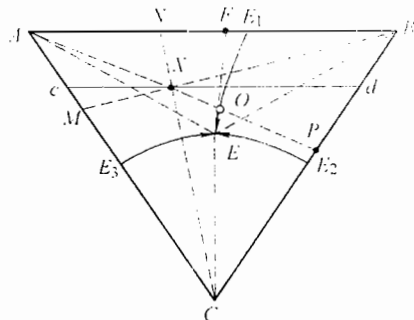

图 37-5 第五题第 2 小题解答图
2. 作辅助线:如图 37-5 所示,延长 AX,交 EE₁ 线于 O 点,交 BC 线于 P 点;延长 EO 与 AB 交于 F 点,连接 B、X 与 AC 交于 M 点,连接 C、X 与 AB 交于 N 点。